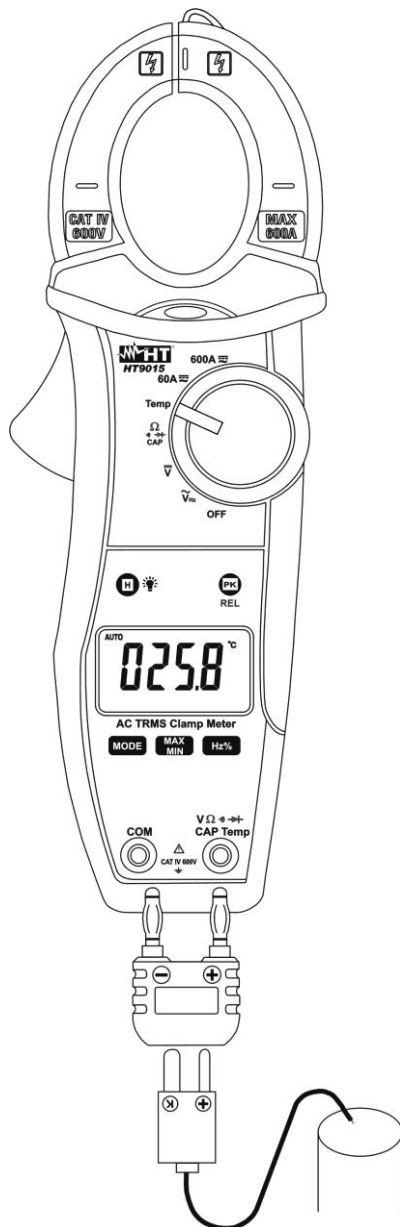

Fig. 8: Uso da pinça para medição de Temperaturas
3. Inserir a sonda tipo K (fornecida) no terminal de entrada **VΩ°C** e **COM** através do respectivo adaptador, respeitando a polaridade mostrada na Fig. 8. O valor da temperatura é mostrado no display. Na medição de temperatura a barra gráfica analógica fica desactivada